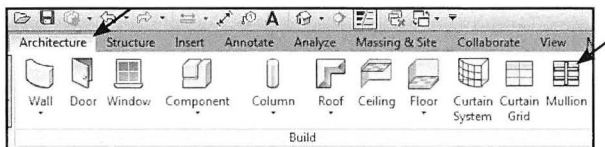

Fig. 17.09. Sæt sprosser i opdelingerne og karm langs kanten.
- Klik *Architecture - Mullion* (Fig. 17.09).